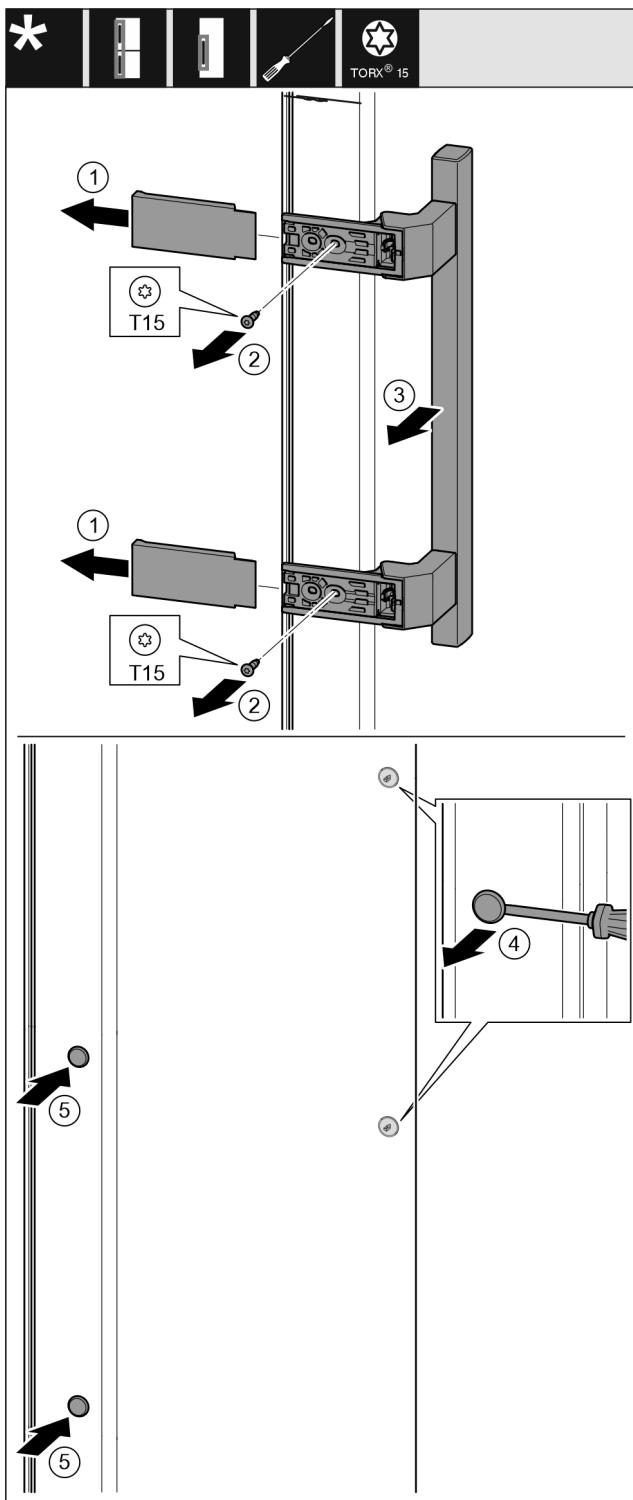

Fig. 16
- Зніміть кришку. Fig. 16 (1)
- Викрутіть гвинти за допомогою викрутки T15. Fig. 16 (2)
- Зніміть ручку. Fig. 16 (3)
- За допомогою шліцової викрутки обережно підійміть бокову пробку та витягніть її. Fig. 16 (4)
- Знову вставте пробку з іншого боку. Fig. 16 (5)